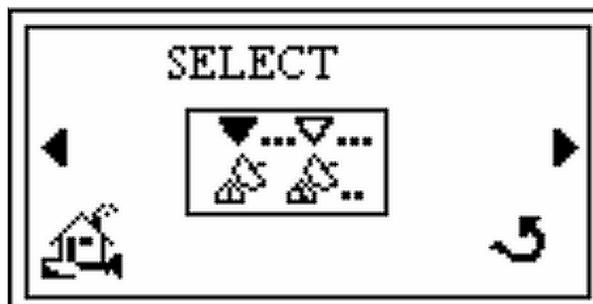

Figura 2-14 Schermata Select (Selezione)
4. Premere **Enter** (Invio) per visualizzare la schermata *Select* (Selezione) (Figura 2-14).